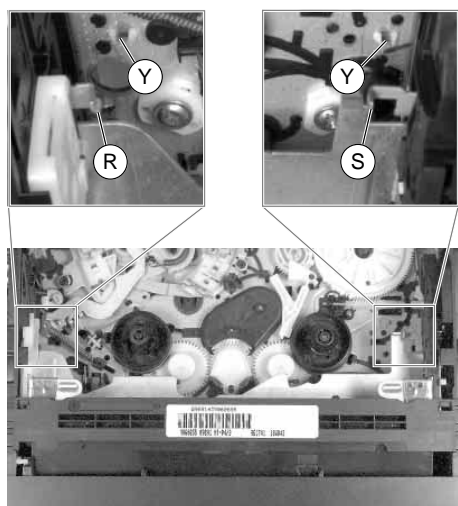

Fig. 11
- Débloquer les verrous (R) et (S) (Fig. 11) du logement de cassette et pousser celui-ci suffisamment vers l'intérieur pour rendre les vis (U) accessibles (Fig. 12).
- Release the locks (R) and (S) (Fig. 11) of the cassette compartment and move it inwards to gain access to the screws (U) (Fig. 12).
- Défaire les verrous (R) et (S) (Fig. 11) du logement de cassette et pousser celui-ci suffisamment vers l'intérieur pour rendre les vis (U) accessibles (Fig. 12).
- Décrocher les ergots (Y) (Fig. 11) et retirer la platine mécanique du magnétoscope.
- Disengage the locking lugs (Y) (Fig. 11) and remove the Drive Mechanism.